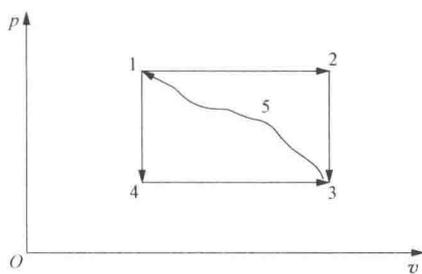

图 2-2 习题 2-2 附图
**2-2** 一闭口系统从状态 1 沿过程 1—2—3 到状态 3, 对外放出 47.5kJ 的热量, 对外做功为 30kJ, 如图 2-2 所示。
(1) 若沿途径 1—4—3 变化时, 系统对外做功为 6kJ, 求过程中系统与外界交换的热量;
(2) 若系统由状态 3 沿 3—5—1 途径到达状态 1, 外界对系统做功为 15kJ, 求该过程与外界交换的热量;
(3) 若  $U_2=175\text{kJ}$ ,  $U_3=87.5\text{kJ}$ , 求过程 23 传递的热量及状态 1 的热力学能  $U_1$ 。